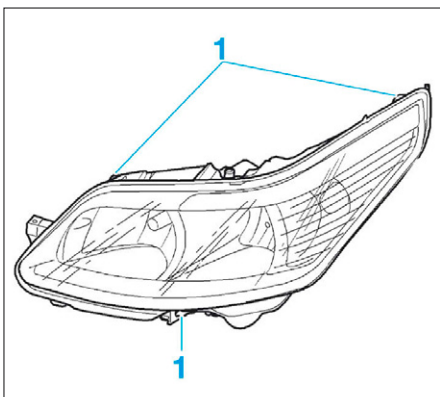

FIG. 7
- Déposer les vis de fixation (1) (Fig.7).